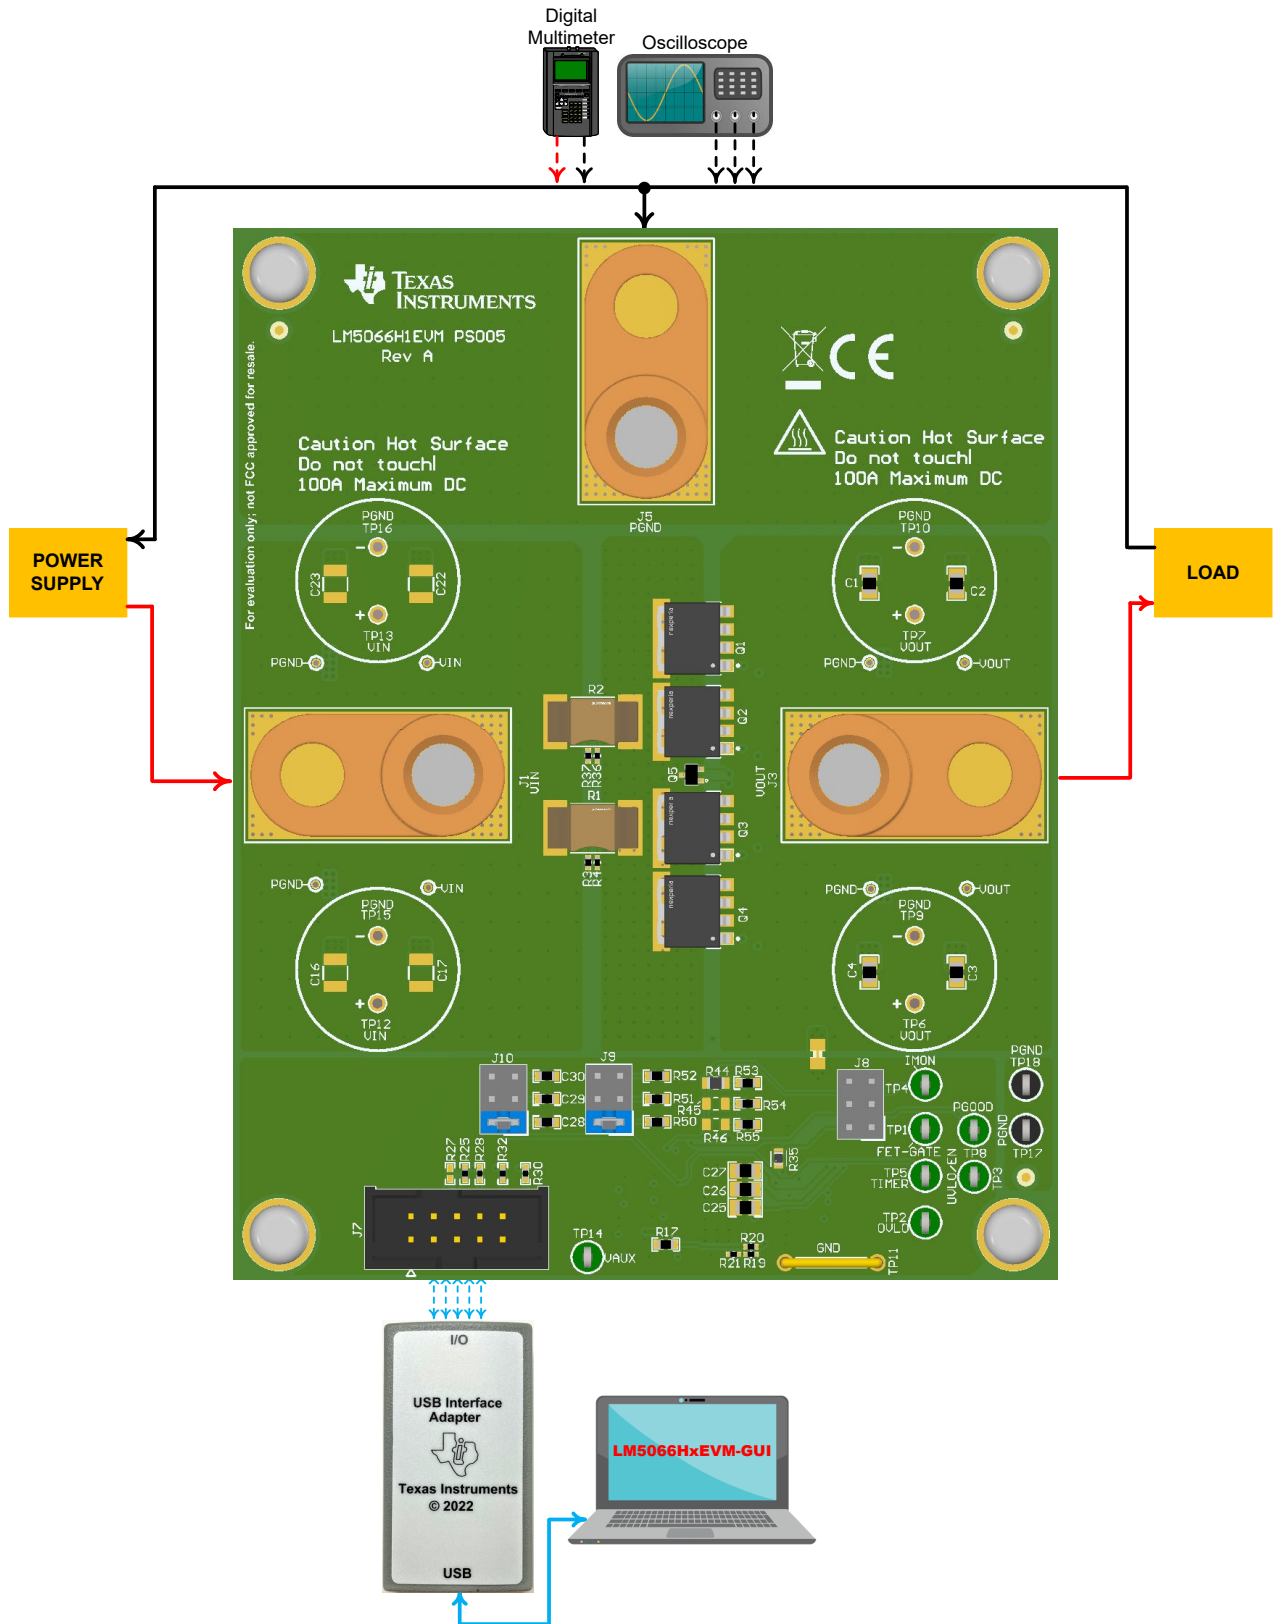

图 3-1. 带测试设备的 LM5066H1EVM 设置
LM5066H1EVM 用于评估 LM5066Hx 系列中的 LM5066H1 热插拔控制器，并驱动四 (4) 个并联的 PSMN2R3-100SSE MOSFET。输入电源施加在连接器 J1 和 J5 之间，而 J3 和 J5 为 EVM 提供输出连接。请参阅图 4-1 中的原理图和图 3-1 中的 EVM 测试设置。TVS 二极管 D1 和 D2 提供对瞬态过压的输入保护。肖特基二极管 D3 和 D4 通过将 LM5066H1 热插拔控制器 OUT 引脚上的负电压偏移限制在最小绝对额定值内来保护输出。